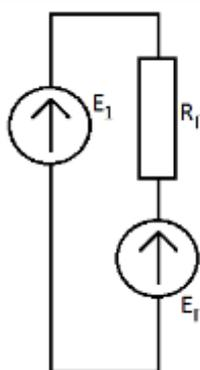

Рис. 177
1.5.4. Зная сопротивление генератора и его эквивалентную ЭДС, определяем неизвестный ток – рис. 177.